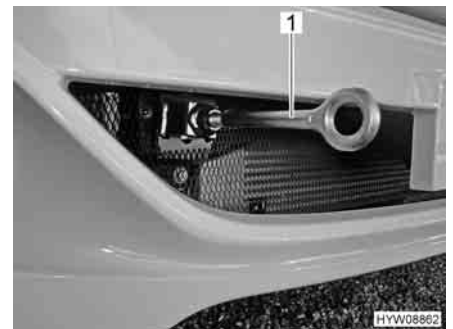

Fig. 49 Occhione di traino, montato
- Montare l'occhione di traino (Fig. 49,1) come indicato nel manuale di funzionamento del veicolo di base.